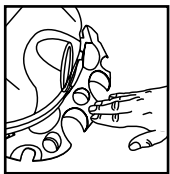

FIGURA 12
12. Presione en el centro del porta-herramientas hasta que la lengüeta quede asegurada en la parte inferior de la tapa. **FIGURA 12.**